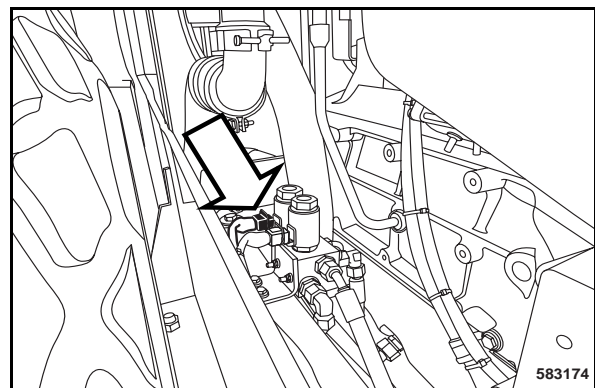

fig. 131
- Retirer le connecteur de l'électrovanne du frein de parking (fig. 131).
- Rebrancher le connecteur de l'électrovanne du frein de parking (fig. 131).